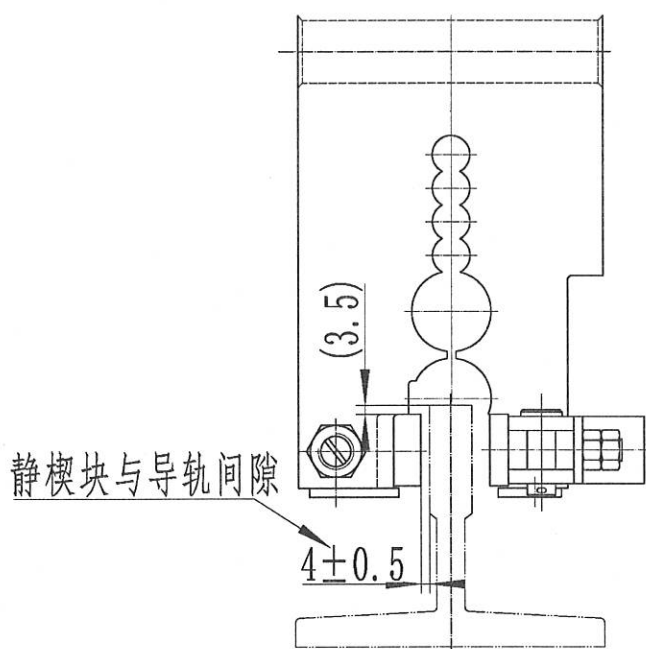

图 4 安全钳与导轨间隙
2.2.2.3 安全钳前部静楔块侧用螺栓固定，动楔块侧用压缩弹簧固定，调节静楔块侧螺栓位置，使安全钳左右移动，静楔块与导轨的间隙接近 4mm，允许误差位 $\pm 0.5\text{mm}$ ，如图 4 所示。